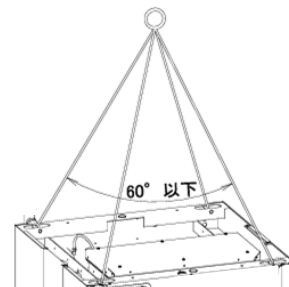

図 3-1
- 3) クレーン等で機械を吊り上げるときは、本体上部四隅(図 3-1)の4ヶ所に必ずフックを掛けて吊り上げます。